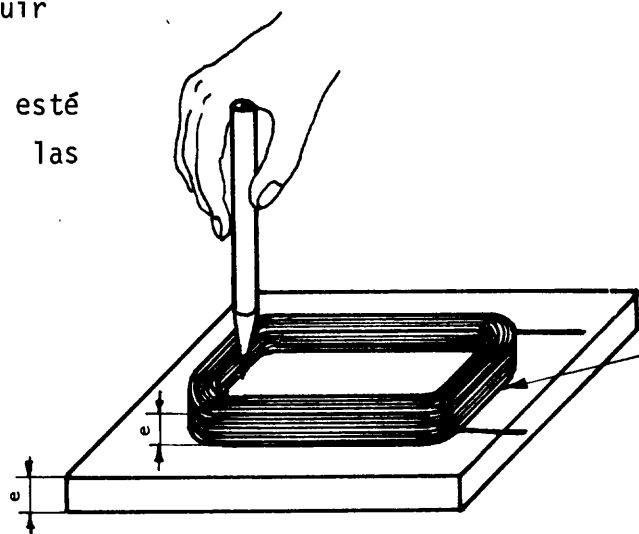

Fig.2
- a Elija una tabla para el núcleo, que no esté deformada, y que tenga un espesor (e) igual al de la bobina a construir (fig.2).
- a Trace sobre la madera el contorno interno de la bobina para hacer el núcleo (fig.2).